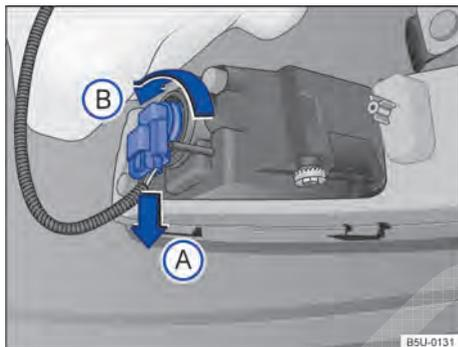

Fig. 135 Atrás do para-choque dianteiro: acesso à lâmpada incandescente do farol de neblina.
2. Desencaixar o conector de alimentação da lâmpada → Fig. 135 no sentido da seta (A), pressionar, ao mesmo tempo, a trava de fixação do conector.
3. Girar o soquete da lâmpada → Fig. 135, no sentido anti-horário da seta (B), e desencaixá-lo do alojamento.